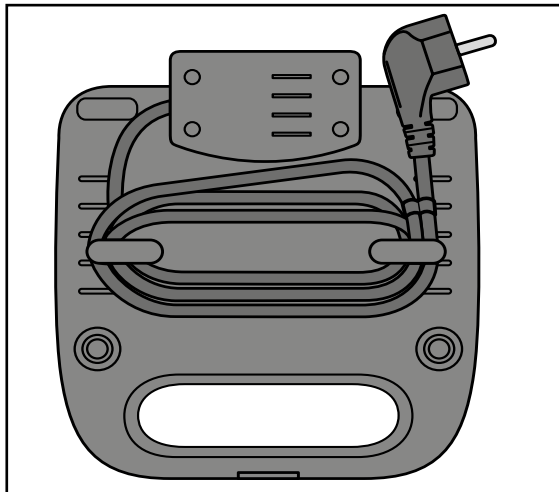

Fig. 1
- Enrole o cabo em torno dos suportes do dispositivo de enrolamento do cabo **13** na traseira do aparelho. Fixe o cabo com a braçadeira (ver fig. 1):